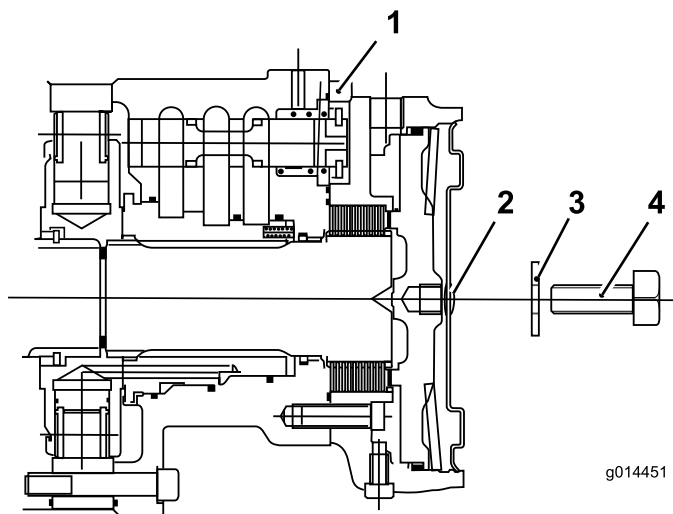

Figure 65
- C. Placez le bouchon hexagonal dans la plaque d'extrémité du moteur (Figure 65).